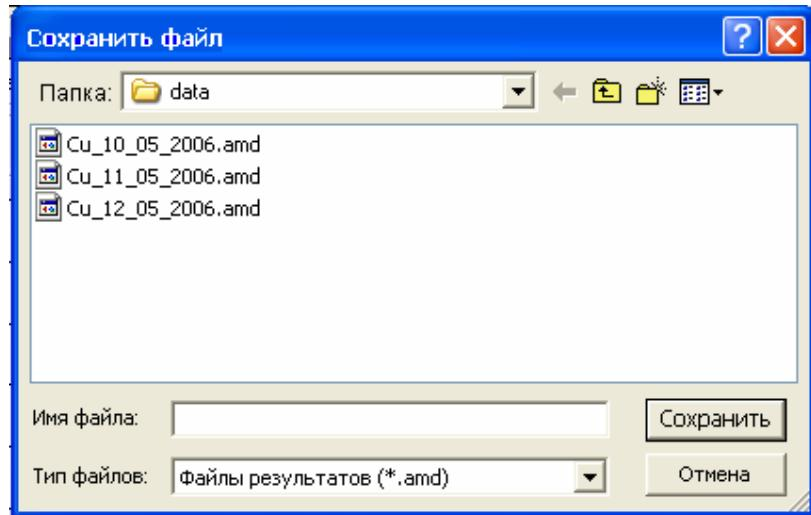

Рис. 3-7. Окно «Сохранить файл»
**«Сохранить» (комбинация клавиш Ctrl+S)** – этот пункт используется для сохранения результатов из текущей таблицы измерений в файл. Выберите этот пункт меню, появится окно «Сохранить файл» (рис. 3-7).